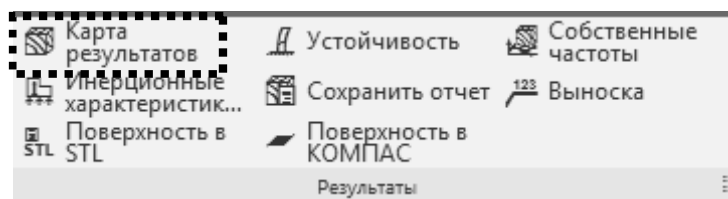

Рис. 16.11. Панель **Результаты**
4.2. По окончании расчета для отображения результатов необходимо открыть в панели **Результаты**, выбрать **Карты результатов** (рис. 16.11).
Для сохранения отчета в виде HTML страницы необходимо выбрать пункт «**Сохранить отчет...**» (рис. 16.11), выбрать папку для сохранения и дать имя файлу.